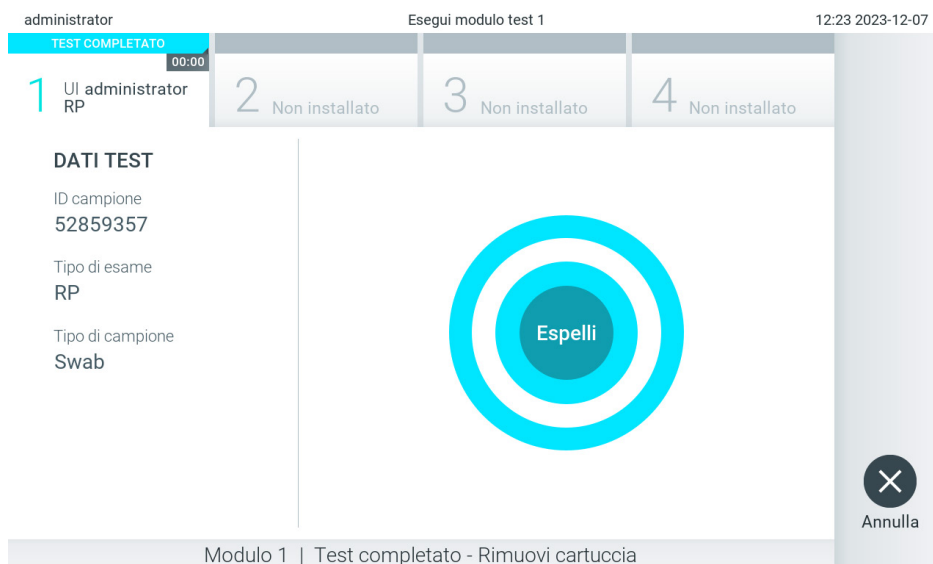

Figura 29. Schermata Eject (Espelli).
10. Al termine del test, verrà visualizzata la schermata Eject (Espelli) (Figura 29).